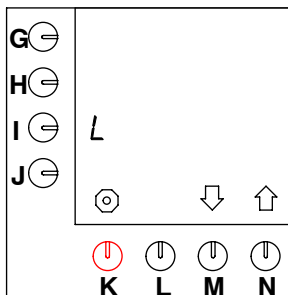

Fig. 32 I litri (L) sono l'unità standard
- Questa è l'impostazione standard (vedere fig. 32).